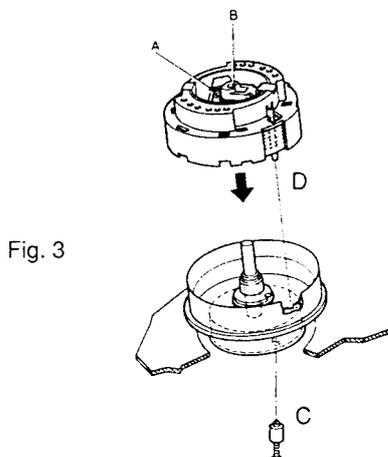

Fig. 3
- Den Referenzstift C (jeder Service-Kopfscheibe beige packt) durch das Loch im Scannermotor einschieben und die Kopfscheibe solange verdrehen, bis dieser im Loch des Rotors einschnappt (Fig. 3).
- Die Kopfscheibe in der Mitte mit einer Kraft von 1 N niederdrücken (Schutzkappe B; Fig. 3).